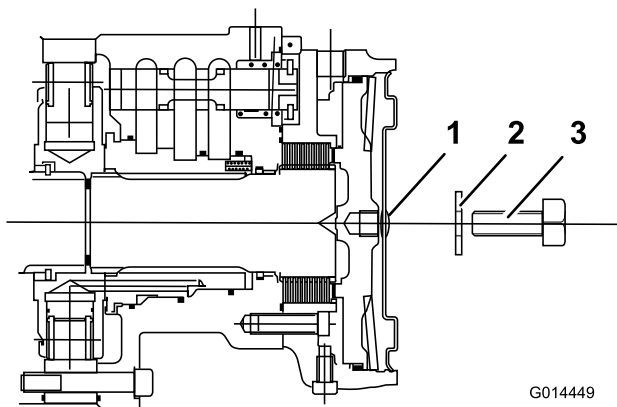

Bild 37
4. Setzen Sie eine lange Stellschraube (M12 x 40 mm) mit Scheibe durch das Loch in der Mitte der Motorendplatte ein (**Bild 37**).
5. Ziehen Sie die Stellschraube im Gewindeloch des Bremskolbens an, bis sich die Bremse löst (**Bild 37**).
6. Ermitteln Sie die Scheibenbremse am linken Vorderradmotor und wiederholen Sie den vorherigen Schritt (**Bild 37**).